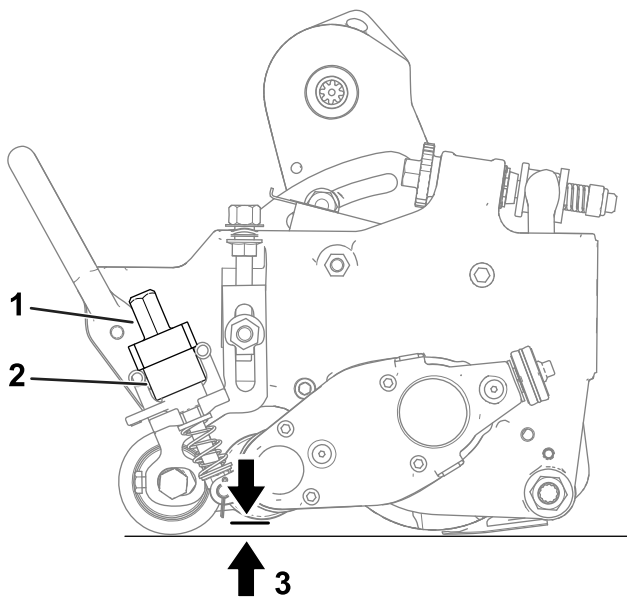

Bild 19
- A. Stellen Sie sicher, dass die Expresshubhebel (Bild 19) in der Stellung BETRIEB sind (d. h. Hebel zeigt zur Vorderseite der Schneideinheit).
- B. Messen Sie am Ende der Groomerspindel den Abstand von der niedrigsten Spitze des Groomermessers bis zur Arbeitsoberfläche (Bild 19). Drehen Sie das Handrad zur Höheneinstellung (Bild 19), um die Groomer-Messerspitze auf die gewünschte Groominghöhe anzuheben oder abzusenken.